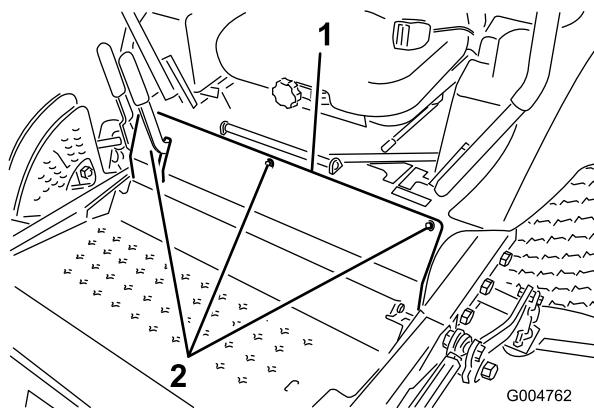

Figura 64
3. Afloje los pernos del panel delantero y retire el panel (Figura 64).